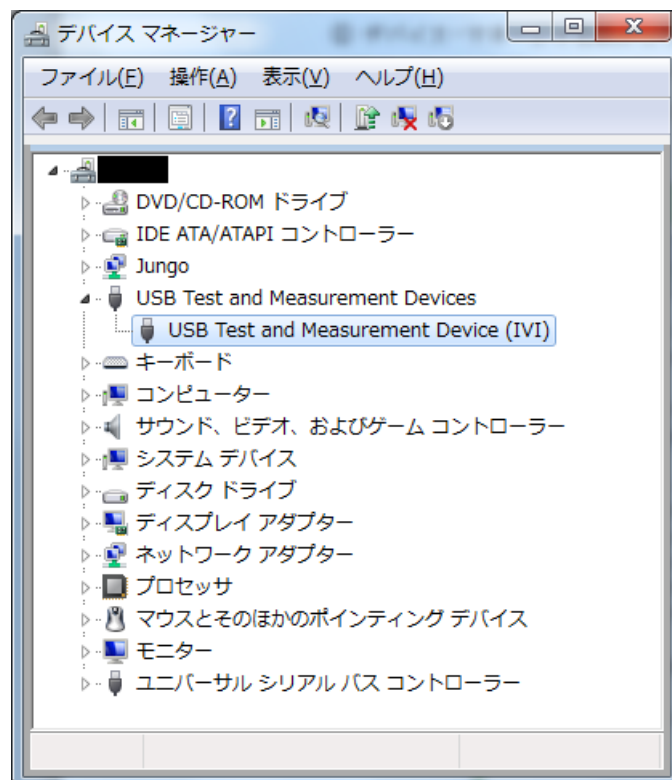
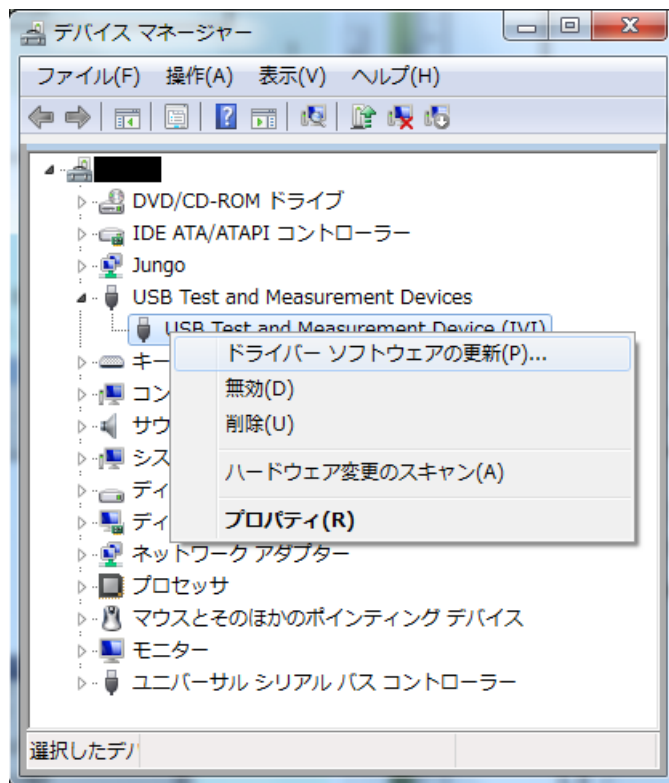

図 1-1
図 1-3
(図 1-1)
- ① デバイス・マネージャの画面を表示（図 1-1）し、変更する計測器 USB Test and Measurement Device (IVI)を選択して右クリックすると、図 1-3 画面の表示になります。